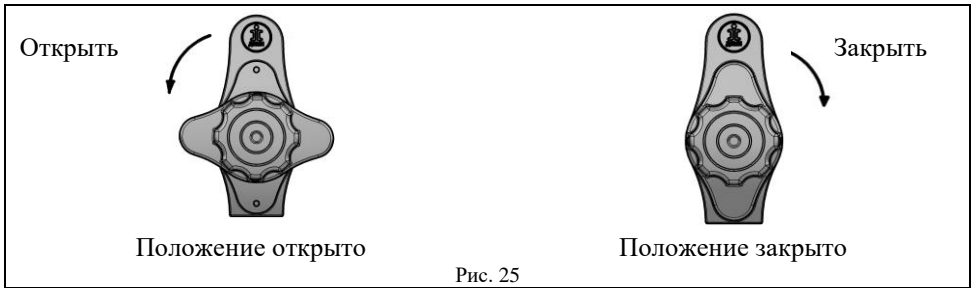

Рис. 25
- повернуть корпус фиксатора на замке стойки против часовой стрелки в положение «открыто» (см. рис. 25);
- приподнять основание стола вверх (см. рис. 25а, 26), вытащить замок стойки;
- опустить основание стола до упора, повернуть корпус фиксатора по часовой стрелке в положение «закрыто» (см. рис. 25).
Рис. 25а